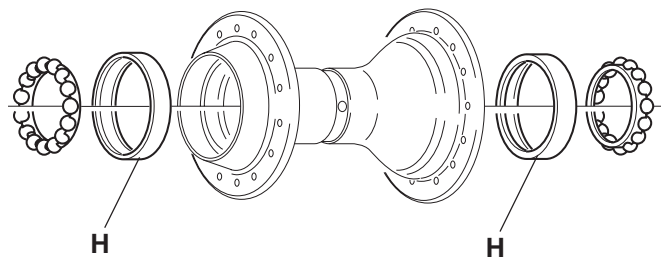

Fig. 9
- I** • Se si presenta la necessità di sostituire le calotte (H - Fig. 9) rivolgetevi ad un service center Campagnolo.